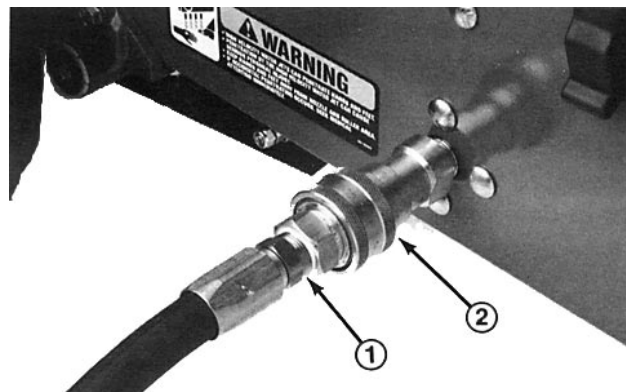

Fig. 8
3. Koble slangeadapteren (fig. 8) til hageslangen og koble adapteren til hurtigkoblingen på siden av maskinen.